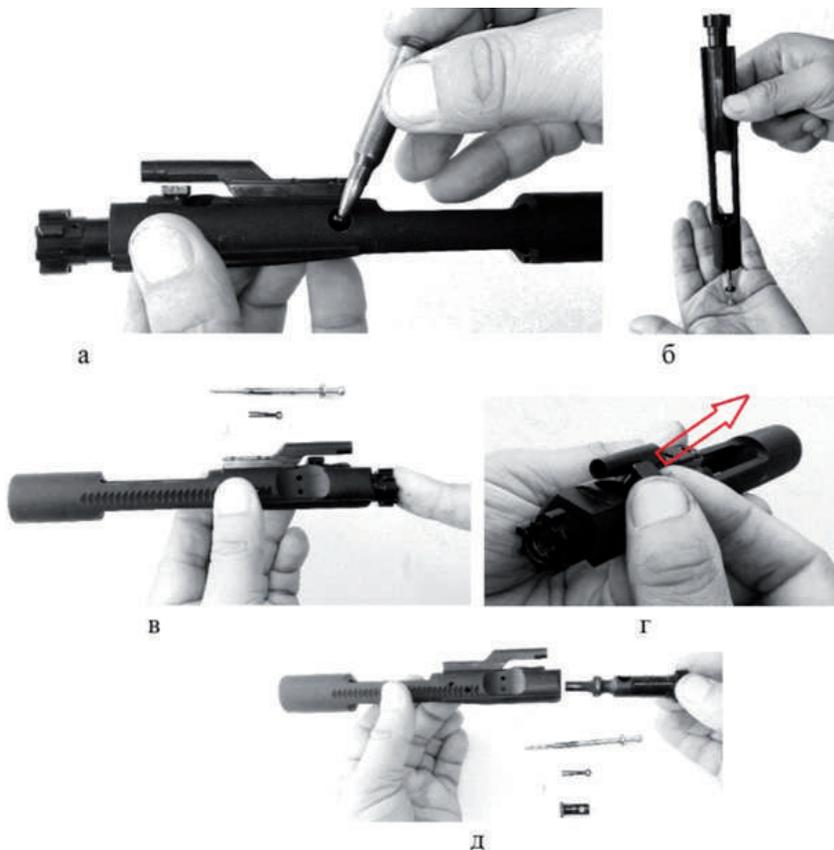

Рис. 85. Від'єднання затвора від затворної рами
4. Розібрати затворну раму. Тримаючи затворну раму однією рукою, другою рукою витягнути шплінт фіксації ударника (при утрудненому ході шплінта можна скористатись патроном (рис. 85а), підчепивши шплінт за вушко кінчиком кулі). Повернути затворну раму затвором догори, водночас ударник повинен випасти (рис. 85б). За необхідності можна спробувати витягнути його пальцями. Зсунути затвор до упору в крайнє положення, натиснувши на дзеркало затвора (рис. 85в). З-під газоприймача вийде головка пальця затвора. Провернути голівку пальця на 90° та витягти його в напрямку стрілки (рис. 85г). Він повинен вийти без зайвих зусиль. Після цього витягнути затвор із затворної рами (рис. 85д).